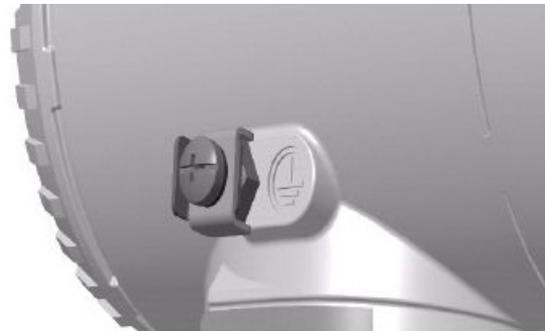

Figura 19 Conexão de terra no alojamento do transmissor
Um terminal está disponível tanto fora do alojamento quanto no bujão para o aterramento (PE) do transmissor. Ambos os terminais são conectados eletricamente entre si (ver Figura 19).